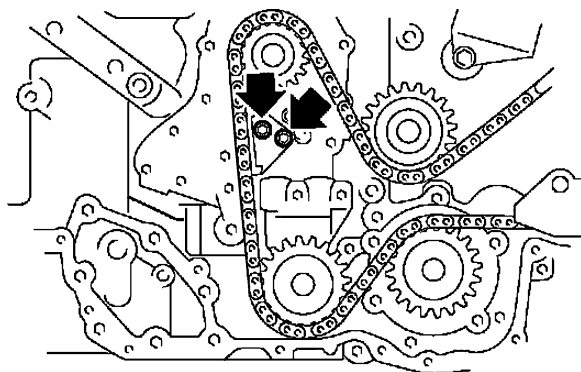

图 27-9 拆卸正时链条导轨 (中央)
12) 如图 27-9 所示, 拆卸正时链条导轨 (中央)。